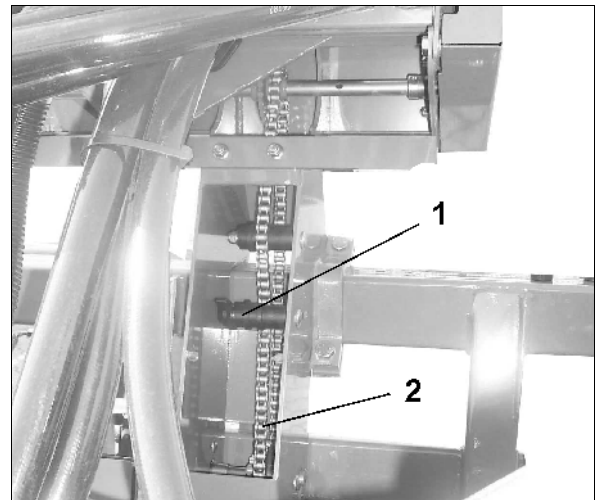

Fig. 32
3. Kettenspanner (Fig. 32/1) mittels Flügelmutter lösen.
4. Kette (Fig. 32/2) auf gewünschte Übersetzung legen.